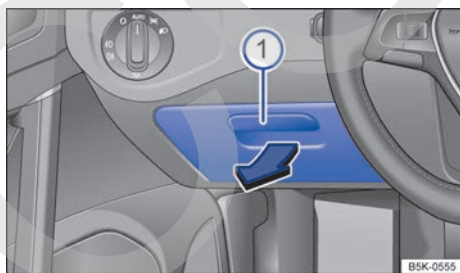

Fig. 152 En el lado del conductor: portaobjetos.
Para *abrir* el portaobjetos, tire de la manilla → fig. 152 ① en el sentido de la flecha.